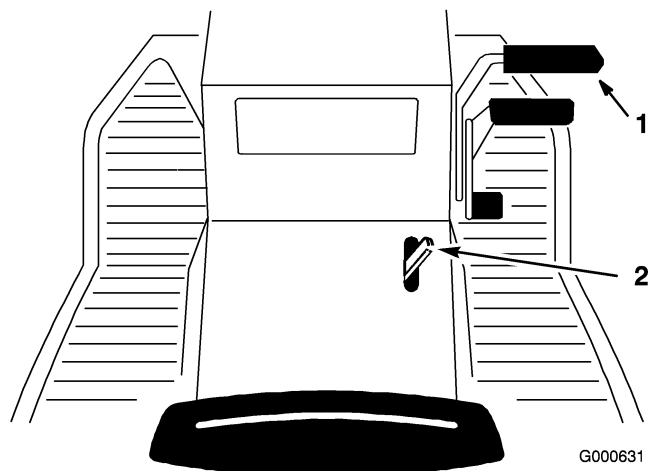

Figura 14
1. Premete e tenete premuto il pedale del freno (Figura 14).
2. Alzate in avanti la leva del freno di stazionamento (Figura 14) ed alzate lentamente
1. Premete il pedale del freno (Figura 14). La leva del freno di stazionamento deve rilasciarsi.